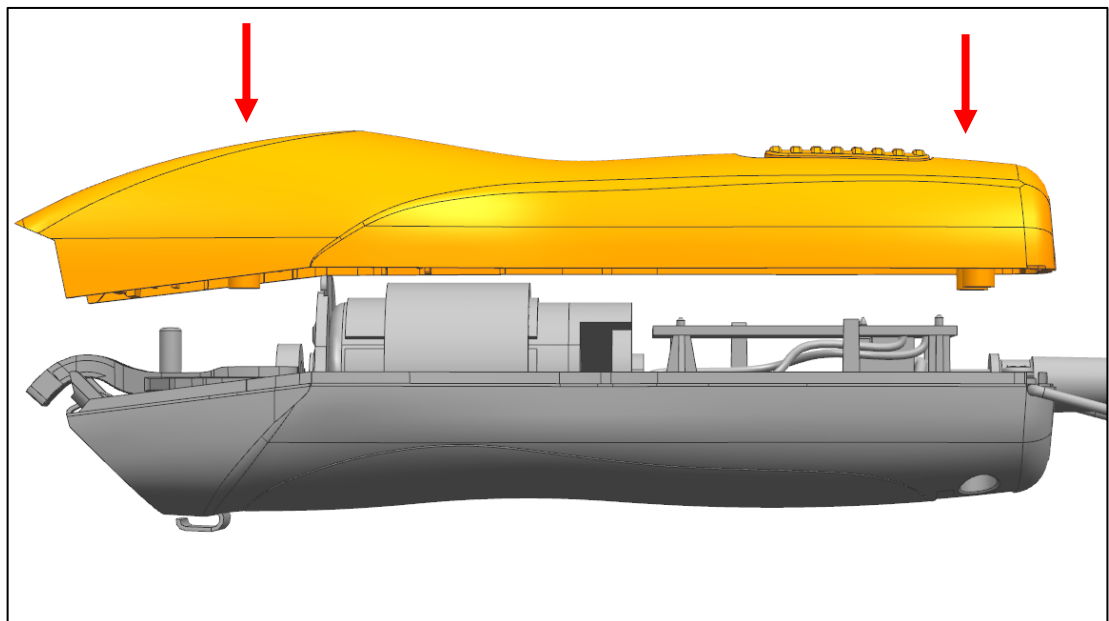

Abb. 48
a) Setzen Sie das Gehäuseoberteil auf das Gehäuseunterteil auf (Abb. 48).